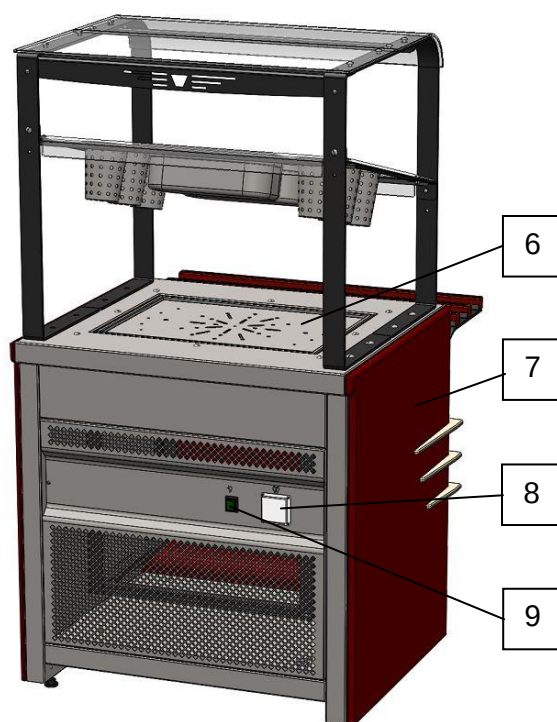

Рисунок 2. Вид прилавка со стороны продавца.
Для включения следует включить переключатель (9) (см. рис.2). При включении загорается подсветка кнопки переключателя.